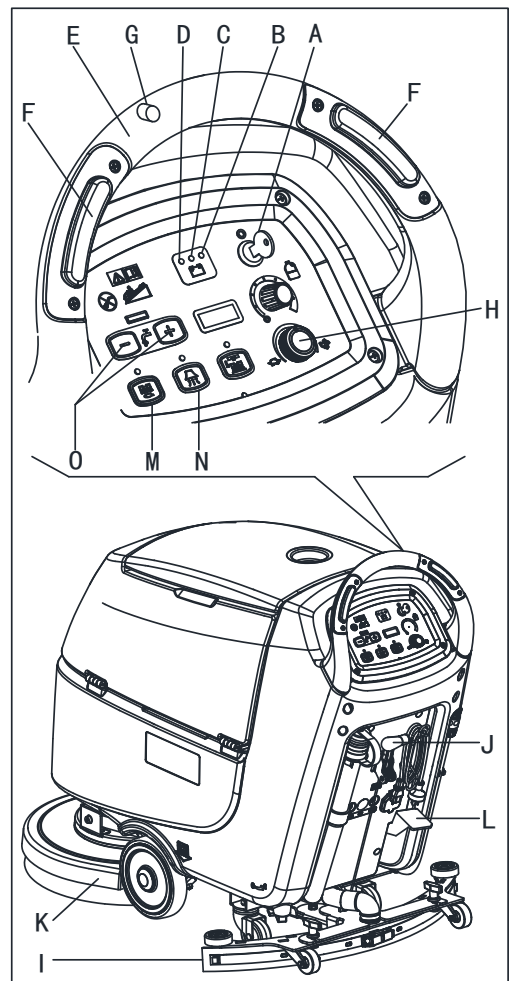

Abbildung 6
- Stecken Sie den Zündschlüssel (A, Abb. 6) ein und drehen ihn auf "I". Überprüfen Sie, ob die grüne Kontrollleuchte (B) aufleuchtet (geladener Akku). Wenn die gelbe (C) oder rote Kontrollleuchte (D) aufleuchtet, drehen Sie den Zündschlüssel wieder auf "0" und laden die Akkus auf (siehe die Vorgehensweise in Kapitel "Wartung").
- Indem Sie sie mit den Händen am Lenker (E) schieben (nur für Maschine ohne Fahrtrieb).
- Indem Sie die Hände am Lenker (E) halten und den Schalter (F) drücken, um sie nach vorne zu bewegen, oder durch Drücken des Schalters (F) zusammen mit dem Schalter (G), um es rückwärts zu bewegen (nur für Maschinen mit Fahrtrieb). Die Fahrgeschwindigkeit kann mit dem Regler (H) eingestellt werden.
- Senken Sie den Gummiabzieher (I) mit dem Hebel (J) ab.
- Senken Sie das Deck des Bürsten-/Pad-Halters (K), indem Sie das Pedal (L) anheben.
- Drücken Sie den Schalter des Bürsten-/Pad-Halters (M) und den Vakuumsystemscharter (N).
- Drücken Sie die Waschwasserdurchflusssteuerschalter (O) wie erforderlich, abhängig von der Art der durchzuführenden Reinigung.
- (Nur für Maschinen ohne Fahrtrieb) Durch Drücken der Maschine mit den Händen am Lenker (E) und durch Drücken des Schalters (F).
- (Nur für Maschinen mit Fahrtrieb) Durch Drücken der Maschine mit den Händen am Lenker (E) und durch Drücken des Schalters (F). Die Vorwärtsgeschwindigkeit kann mit dem Regler (H) eingestellt werden, falls erforderlich.
2. Halten Sie beide Hände am Lenker und drücken Sie den Sicherheitsschalter (F, Abb. 6). Manövrieren Sie nun die Maschine und beginnen Sie mit dem Scheuern/Trocknen des Bodens.